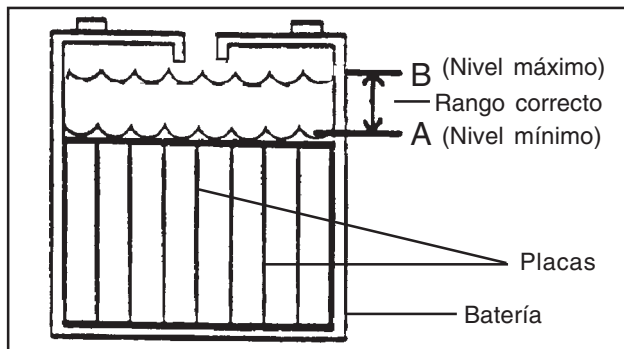

Figura 5
2. Controle el nivel de electrolito de las baterías. El nivel mínimo es justo por encima de las partes superiores de las placas. Consulte la figura 5 A.
4. Después de cargar las baterías, llénelas. **NOTA: UTILICE ÚNICAMENTE AGUA DESTILADA. ESTO DEBE REALIZARSE DESPUÉS DE CARGAR LAS BATERÍAS.** El nivel máximo está dentro de 6,4 mm (1/4 de pulgada) del fondo del tubo en cada elemento. Consulte la figura 5 B. Para obtener instrucciones sobre cómo cargar las baterías, consulte la sección "Carga de las baterías" que aparece anteriormente.